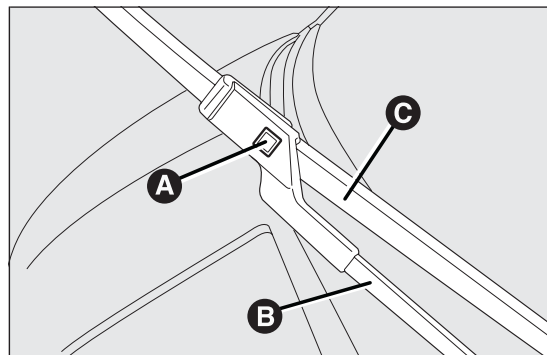

РИС. 139
- поднять рычаг А РИС. 139 стеклоочистителя и поставить щетку под прямым углом к рычагу;
- нажать кнопку А и извлечь из рычага В РИС. 139 щетку С РИС. 139;